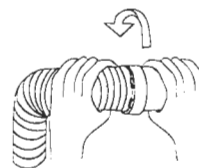

Fig. 2
- Faire tourner dans le sens contraire de celui des aiguilles d'une montre jusqu'à ce que le tuyau souple soit fixé (Fig. 2)
- Draai het tegen de klok in tot de buis vast zit (Fig. 2)
- Girar en sentido opuesto a las agujas del reloj, hasta que el tubo flexible quede fijo. (Fig. 2)
- *Solange entgegen dem Uhrzeigersinn drehen bis der Schlauch fest sitzt (Siehe Abb. 2)*
- Turn the hose anticlockwise until it is firmly in place (Figure 2)